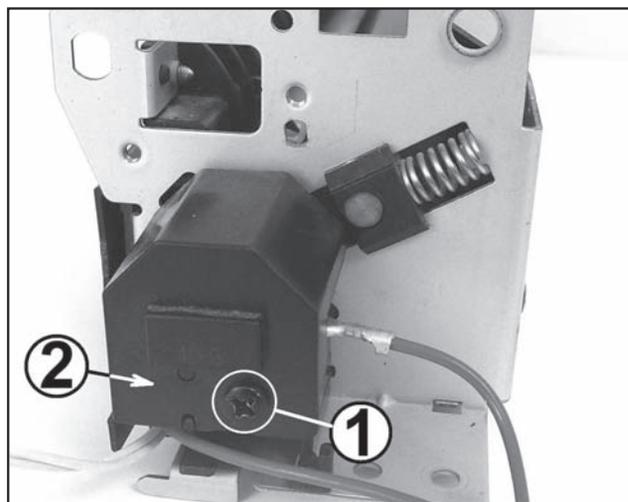

Рис. 58
2. Откручивают саморез 1 (рис. 58) крепления защитной крышки 2 правого вывода галогенной лампы. Перемещают крышку в правую сторону и снимают ее с узла.